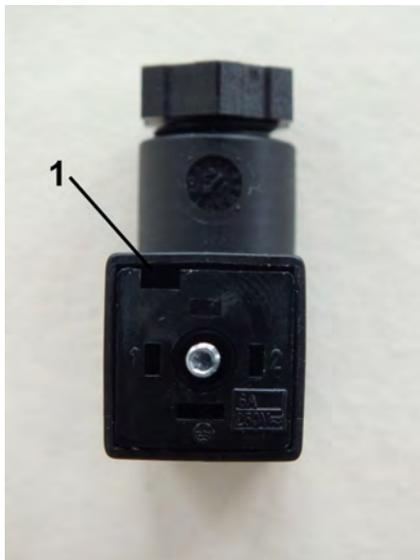

Abb. 22: Innenteil lösen
3. ➤ Steckereinsatz aus der Steckerdose entnehmen. Hierzu einen Schlitzschraubendreher in den Schlitz ( Abb. 22/1) führen und Innenteil vorsichtig heraushebeln
7. ➤ Steckereinsatz ( Abb. 22) wieder in die Steckerdose führen und drücken, bis es einrastet